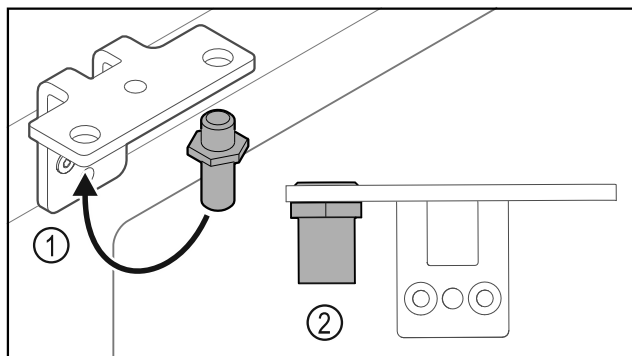

Fig. 36
- ▶ Flyt bolten Fig. 36 (1) i hængselvinklen.
- ▶ Spænd bolten Fig. 36 (2) med et **drejemoment på 12 Nm**.